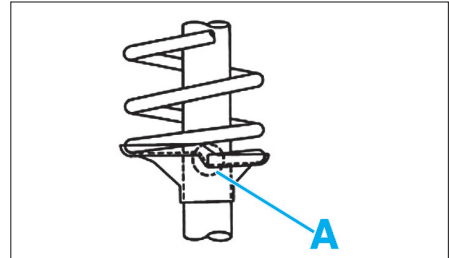

Fig. 8
• Vérifier le bon positionnement du ressort sur la coupelle (A) (Fig.8).